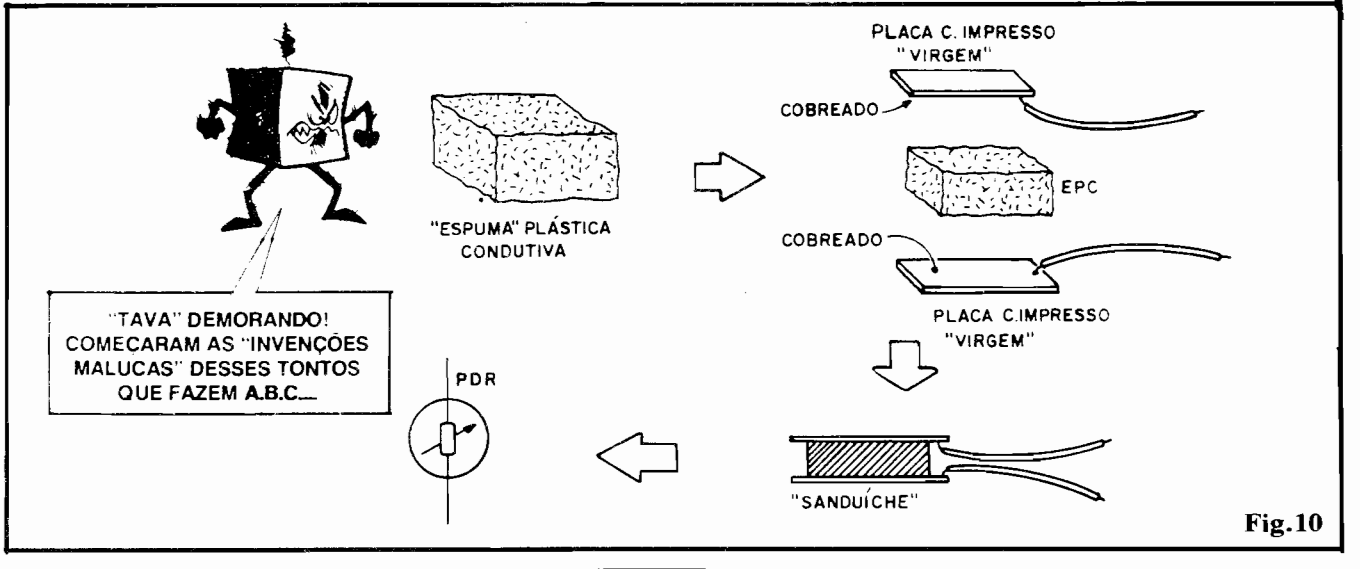

Fig.10
- FIG. 10 - Já vimos, na presente "Lição", resistores que "sentem" a LUZ, a TEMPERATURA e a TENSÃO (e têm seus valores proporcionalmente alterados, em função de tais fatores...). Entretanto, a "turma" dos "Resistores Dependentes" é imensa (existem até componentes do gênero, ultra-específicos, capazes de reagir à presença de gases e a outros fatores físicos, químicos ou mecânicos...). Um item "pouco lembrado", mas que seguramente faz parte da "família" é o do RESISTOR DEPENDENTE DE
o que a Resistência momentânea do conjunto "cai" (ainda que só um "tiquinho"...). Essa momentânea **queda** na Resistência tem imediato efeito (Ohm "está olhando"... ) sobre a Corrente "I", que fica, obviamente, mais "forte"... Essas compressões e descompressões sonoramente induzidas ocorrem centenas ou milhares de vezes por segundo, e nesse mesmo "ritmo" a Resistência intrínseca do conjunto de grânulos condutivos modifica-se, induzindo proporcional variação na Corrente "I" que circula pelo componente... A tal Corrente, então, foi "modulada" pela voz, ou seja: conseguimos "traduzir" SOM em SINAIS ELÉTRICOS nitidamente proporcionais em ritmo e intensidades (dizemos: em FREQUÊNCIA e AMPLITUDE...)! Lembrando que tudo isso ocorre devido às mudanças de **pressão** sobre a membrana flexível, o MICROFONE DE CARVÃO pode (e deve...) ser considerado um legítimo PDR, um "irmão mais sensível" daquele "negócio feito em casa" que mostramos nas figs. 10 e 11...